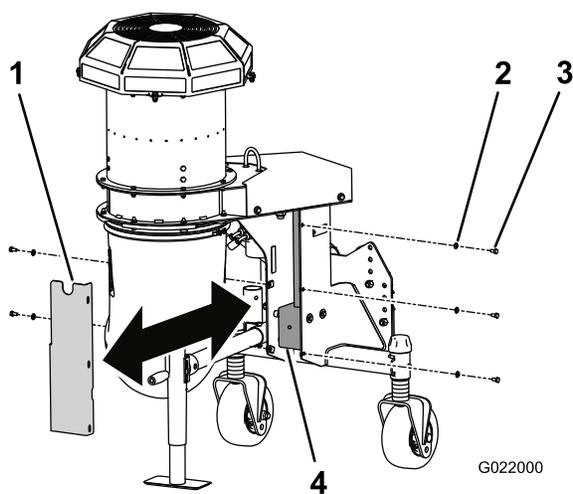

Bild 23
2. Entfernen Sie die fünf Schrauben und Scheiben, mit denen die Getriebeabdeckung am Bläser befestigt ist (Bild 23).
3. Nehmen Sie die Abdeckung ab, um das Bläsergetriebe freizulegen (Bild 23).